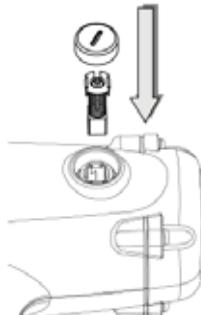

Fig. 5
- Anbring den nye kulstofbørste og kulstofbørstepanelet i huset igen i korrekt rækkefølge (Fig. 5).